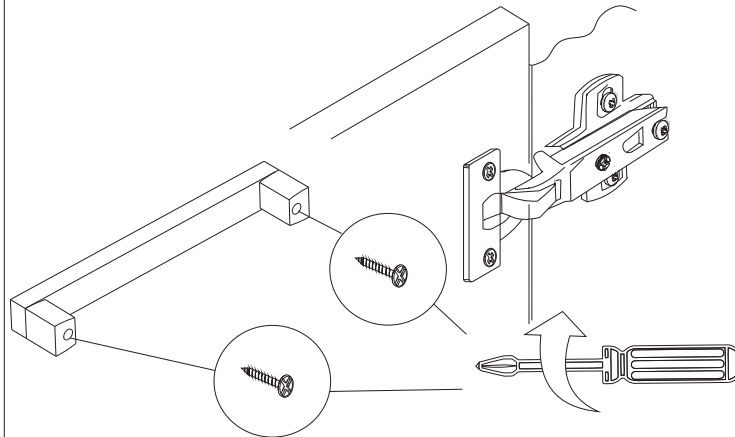

Рис. 5.
4. Приверните ручку 13 саморезами 14 к двери 6 (Рис. 5).